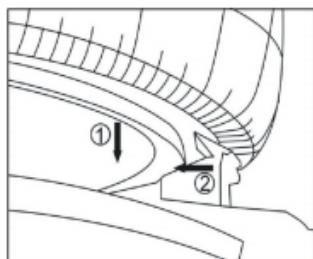

Abb.9
- Ziehen Sie den Schalter A nach unten und lassen Sie die Felge wie in Abb.9 absinken. Drücken Sie erneut das Pedal F, um die Felge mit den vier Backen zu spannen.
- 1). Spannen Sie die Felge fest auf den Tisch und lösen Sie den Reifen wie in Abb.9, wenn es notwendig ist.
- Wie in Abb.9 dargestellt, lassen Sie die Rolle auf den Reifenwulst drücken, berühren Sie die Felge nicht, und stellen Sie sicher, dass die Rolle zur Mitte der Felge zeigt.